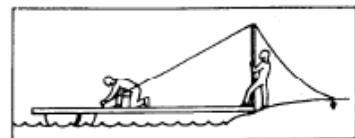

Fig. 3.
- 6) Sett tårnet ned på sine tapper og monter wire frem til tårnet fra bakre wirefeste på land ved hjelp av wireklemmer med strekkfiskene skrudd ut til maks lengde. Tårnet må stå vertikalt under denne operasjonen. Monter deretter wire fra tårnet til bryggen (se fig. 3).